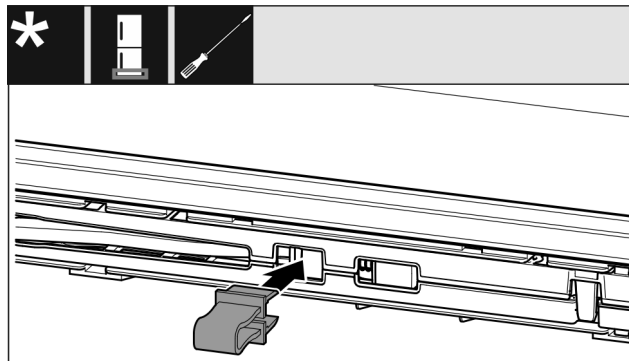

Fig. 14
- ▶ Zakvačite osigurač u otvor Fig. 14 ().